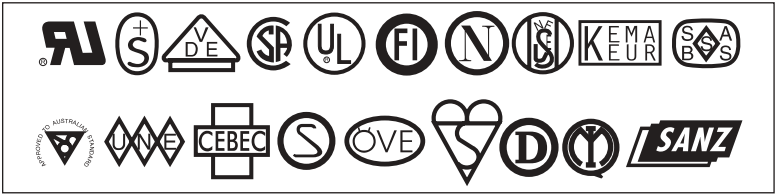

图 2
- 4. 交流电源插头与 IEC 320 接头必须至少印有以下一种知名国际安全组织的标志，如图 2 所示。